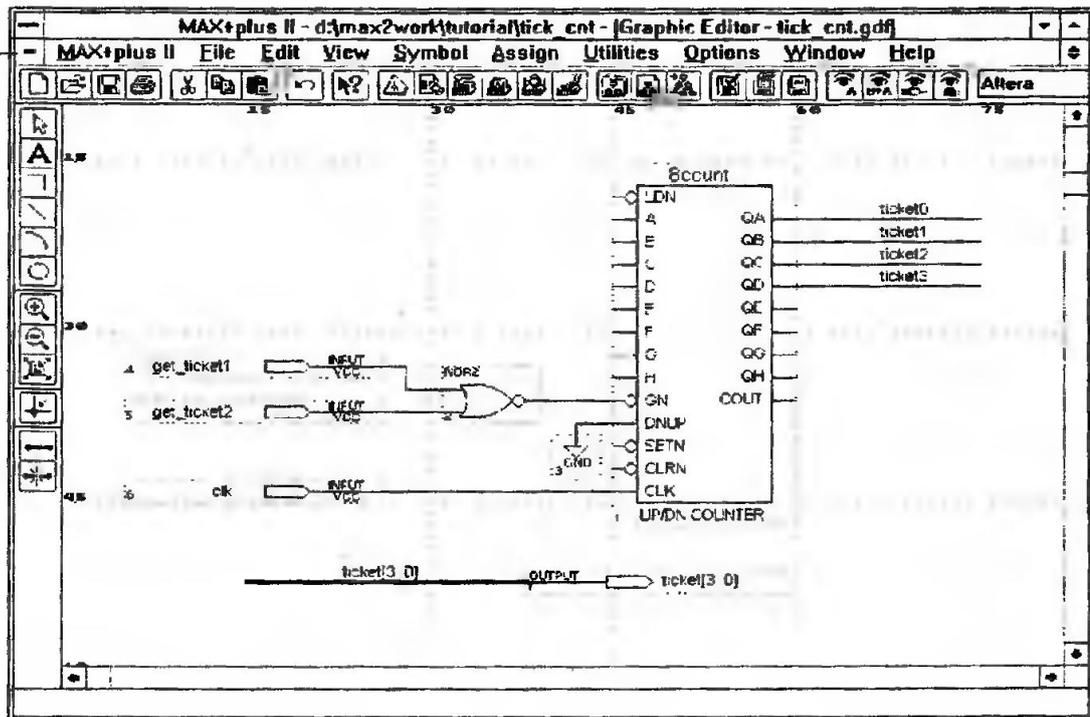

Рис. 2.15
3. Для закрытия окна компилятора и возврата в графический редактор дважды щелкните кнопку 1 на иконке документа (или кнопке), как показано на рис. 2.15.
- ✓ Выберите **Close** из меню **File** или дважды щелкните кнопку 1 на иконке документа (или кнопке), как показано на рис. 2.15. Окно графического редактора с файлом **tick_cnt.gdf** закроется.